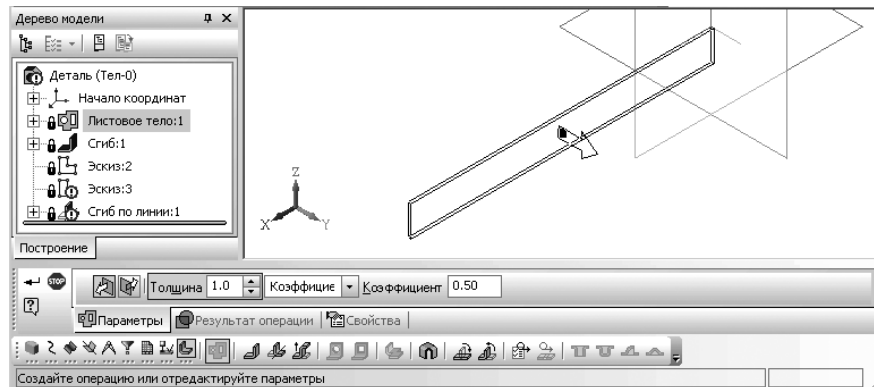

Рис. 7.50. Пример состояния системы в режиме редактирования элемента листового тела
- щелкните в контекстном меню по пункту **Редактировать**. Появится фантом листового тела и **Панель свойств: Листовое тело**. Пример состояния системы в режиме редактирования элемента листового тела показан на рис. 7.50.